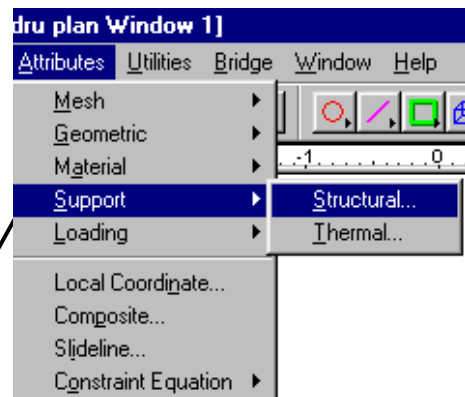

Fig. 25
- se alege opțiunea **Support, Structural...** (fig. 25)